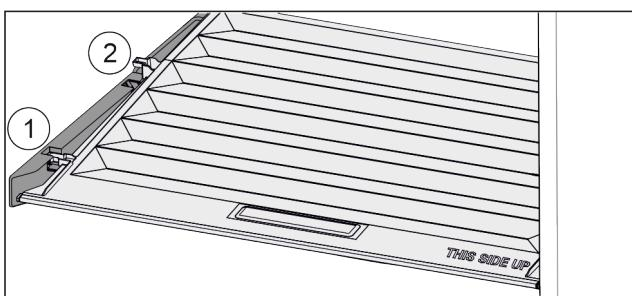

Fig. 73
- Vytáhněte víko dopředu až k otvoru v přídržných dílech Fig. 73 (1).
- Vzadu zespodu nadzvedněte a vyjměte směrem nahoru Fig. 73 (2).